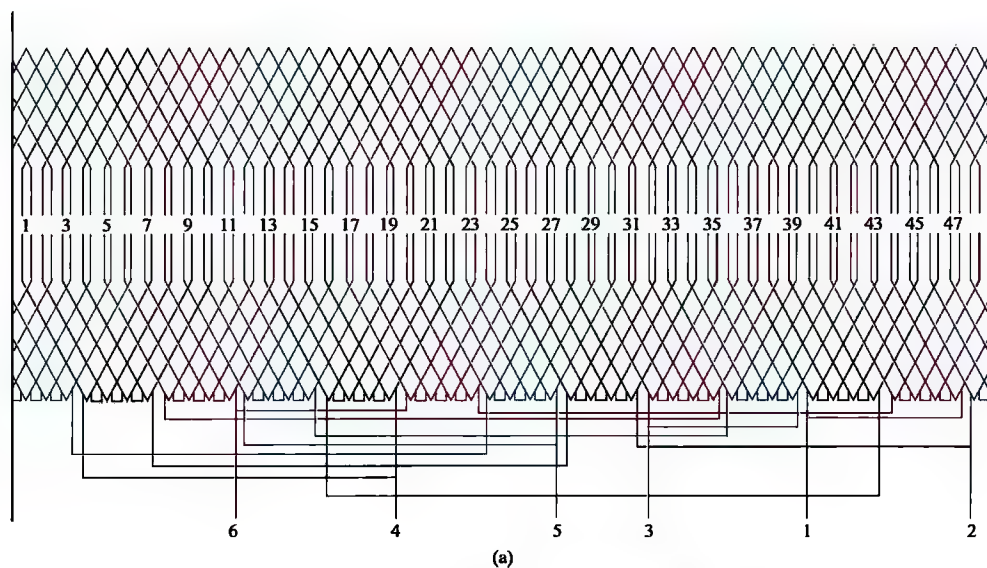

图 2-7 48 槽 8/4 极、 $\Delta/2Y$ 接法绕组 (一)
7. 48 槽 8/4 极、 $\Delta/2Y$ 接法绕组展开图、接线圆图与接线简图（见图 2-7）